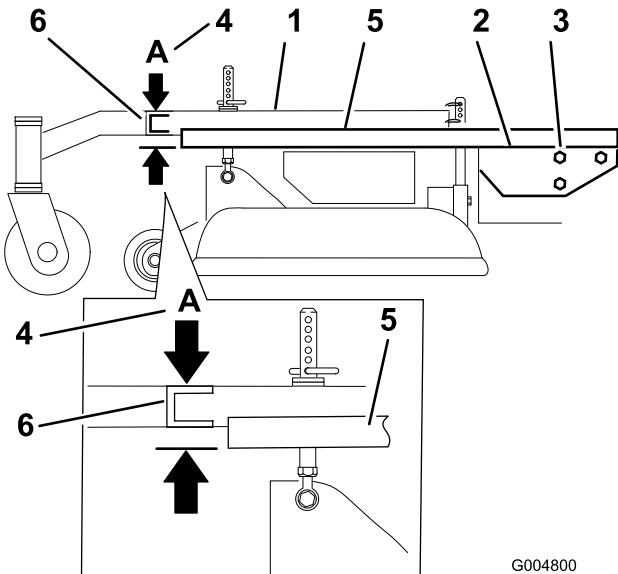

Figure 78
3. Placez une longue planche, ou autre objet similaire parfaitement droit en haut du plancher moteur, comme illustré à la Figure 78.
4. Au niveau du tube transversal du bâti porteur, mesurez la hauteur au point A (Figure 78). Elle doit être égale à 33 mm (1-5/16 po) ± 6 mm (1/4 po).
6. Desserrez les boulons de montage du bâti porteur de chaque côté de la machine (Figure 78).
- Alignez le bâti porteur et le plancher moteur à la même hauteur qu'au point **A**, c.-à-d. 33 mm (1-5/16 po) \pm 6 mm (1/4 po) (Figure 78).